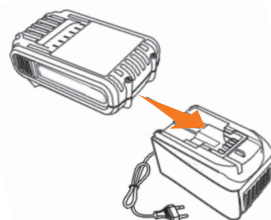

Рис. 2
- Подключите аккумулятор к зарядному устройству. Индикатор на зарядном устройстве загорается зеленым светом, и начнется процесс зарядки (Рис. 2).